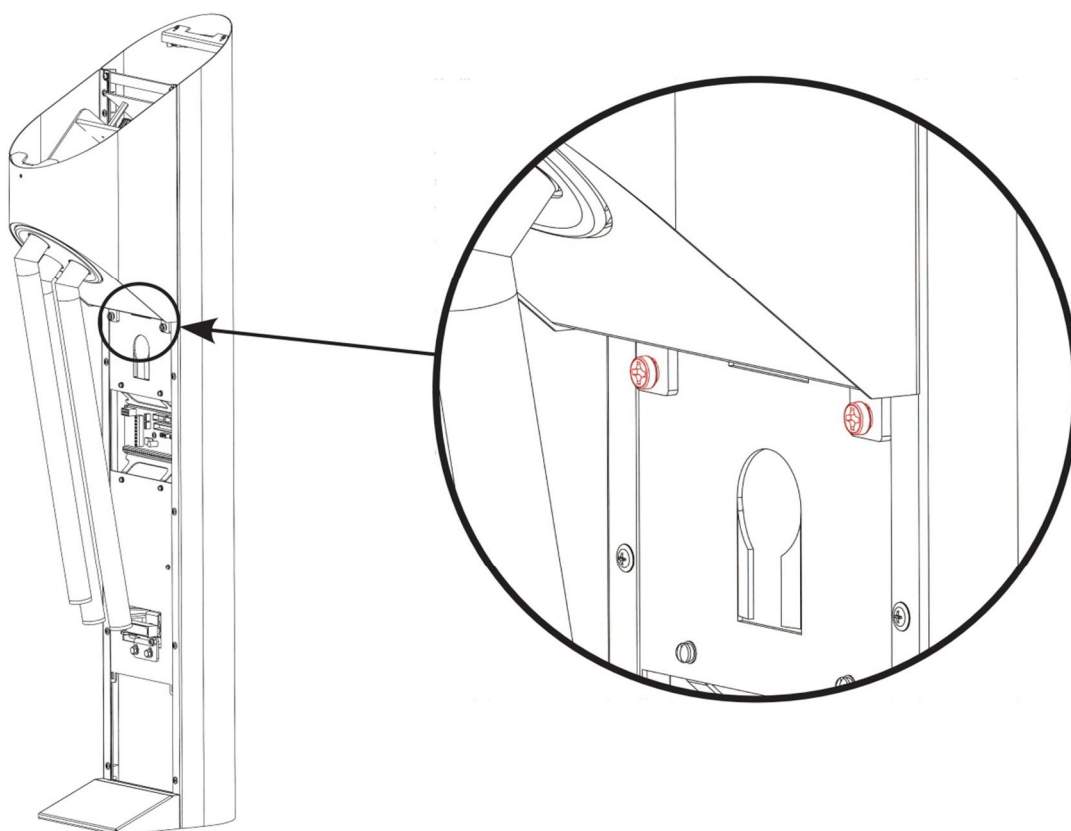

Рис. 8
- отверните 2 винта М6 DIN7985 (Рис. 8);